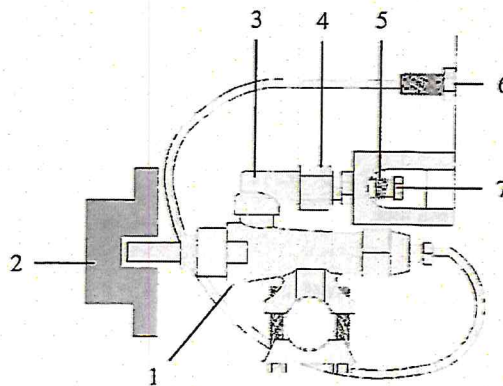

FIG.10 (Rubinetto gas) / (Gashahn)
- 4) Svitare il dado e rimuovere il bconico (FIG.10-Rif.4);
- 4) Die Mutter heraus-schrauben und den Zweikegel abziehen (FIG. 10 – Nr. 4);